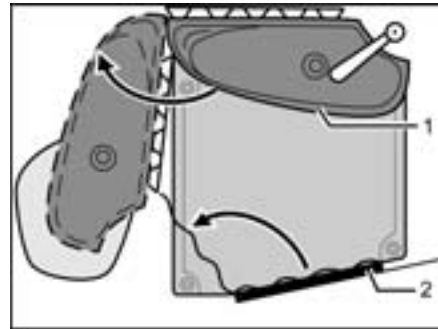

Bild 225 Vario-Toilette
- Waschbecken mit Rückwand (Bild 225,1) in Pfeilrichtung drehen.
- Den Toilettenraum betreten und die Toiletten-Eingangstür (Bild 225,2) von innen schließen und verriegeln.